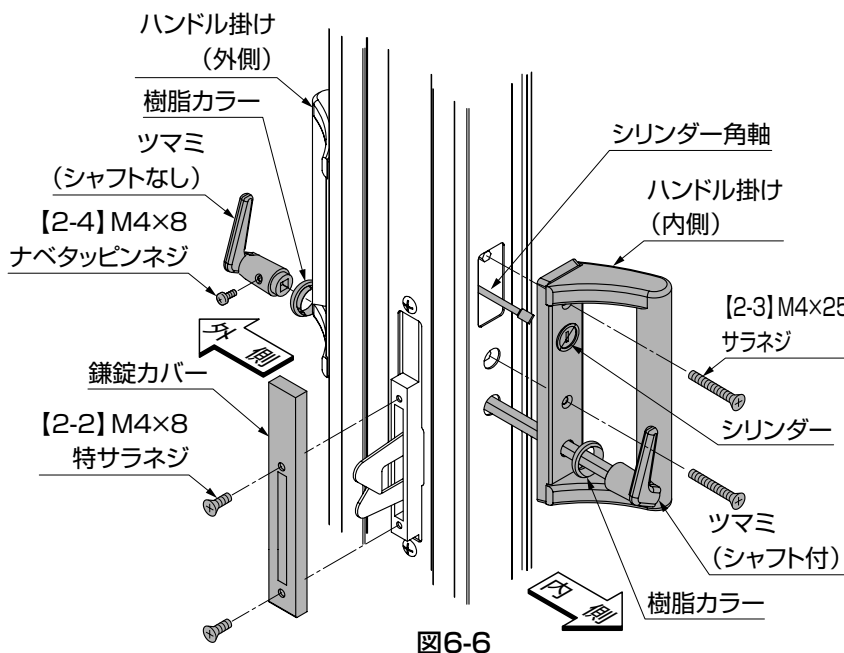

図6-6
- ① ハンドル掛け側(外側)のシャフトを、伸縮門扉本体の道路側より挿入してください。
- ② シリンダー角軸をハンドル掛け側(外側)のシリンダーに挿入してください。
- ③ ハンドル掛け側(内側)をシリンダー角軸に挿入して【2-3】で固定してください。(図6-6参照)
- ④ ツマミ(シャフト付)を、樹脂カラーを中に入れた状態で、挿入してください。(図6-6参照)
- ⑤ ツマミ(シャフトなし)を樹脂カラーをはさみながら挿入し、【2-4】でツマミがハンドル台座に密着するように、しっかり固定してください。(図6-6参照)
- つまみの向きは安全のため必ず図6-6の向きで取付けてください。